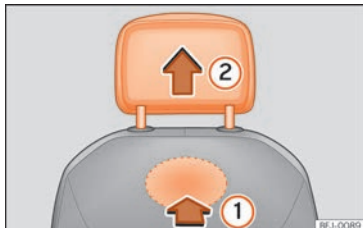

Fig. 109 Encosto de cabeça dianteiro: desmontagem.
- Para desbloqueá-lo, procure o entalhe situado na parte traseira do encosto na zona marcada e pressione no sentido da seta » Fig. 109 ①.
- Retire o encosto de cabeça no sentido da seta ②.